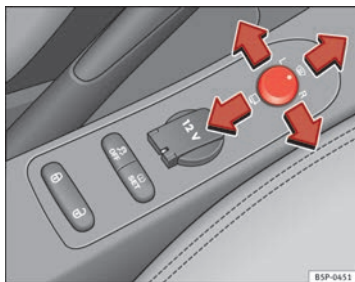

Abb. 89 Drehknopf für Außenspiegeleinstellung
1. Drehen Sie den Drehknopf ⇒ Abb. 89 zunächst in Stellung L (linker Außenspiegel).
- Drehen Sie den Drehknopf ⇒ Abb. 89 in Stellung ☞, um die Außenspiegel anzuklappen. Sie sollten die Außenspiegel immer anklappen, wenn Sie eine automatische Waschanlage durchfahren, um Beschädigungen zu vermeiden.